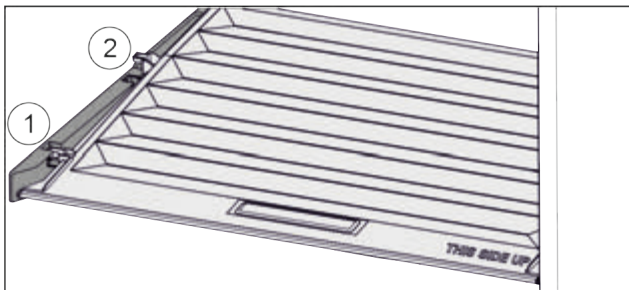

Fig. 84
- ▶ Кришку до отвору в деталях для підтримки потягнути вперед Fig. 84 (1).
- ▶ Підняти ззаду знизу та вийняти Fig. 84 (2) вгору.